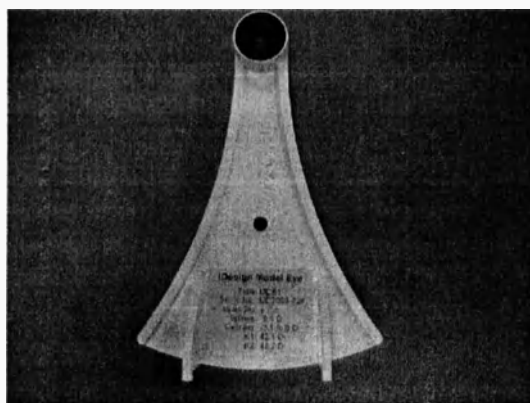

Figure 11.2 – Модель глаза
1. Установите опору для подбородка в крайнее нижнее положение с помощью стержня грубой настройки. Поместите **модель глаза** (Model Eye) (Рисунок 11.2), относящуюся к абберрометру системы **iDesign**, на опору для подбородка (Рисунок 11.3). Убедитесь, что модель глаза правильно установлена по отношению к оптической головке. Убедитесь в том, что установочные штыри модели глаза находятся в отверстиях на опоре для подбородка.